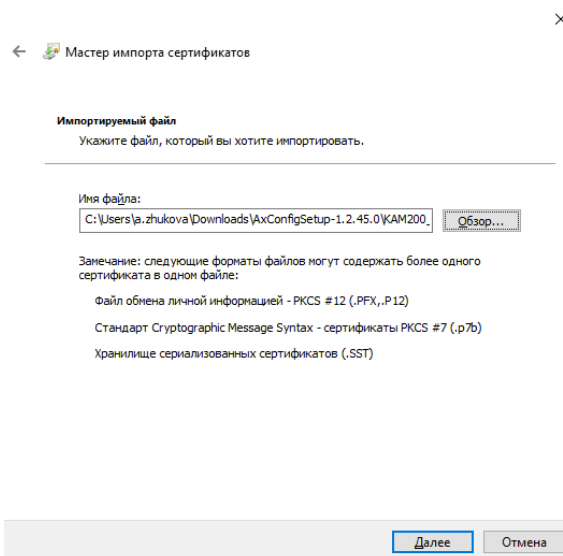

Рисунок 21 – Активация выбора импортируемого файла
10. Нажмите кнопку «Далее» (см. рисунок 21).